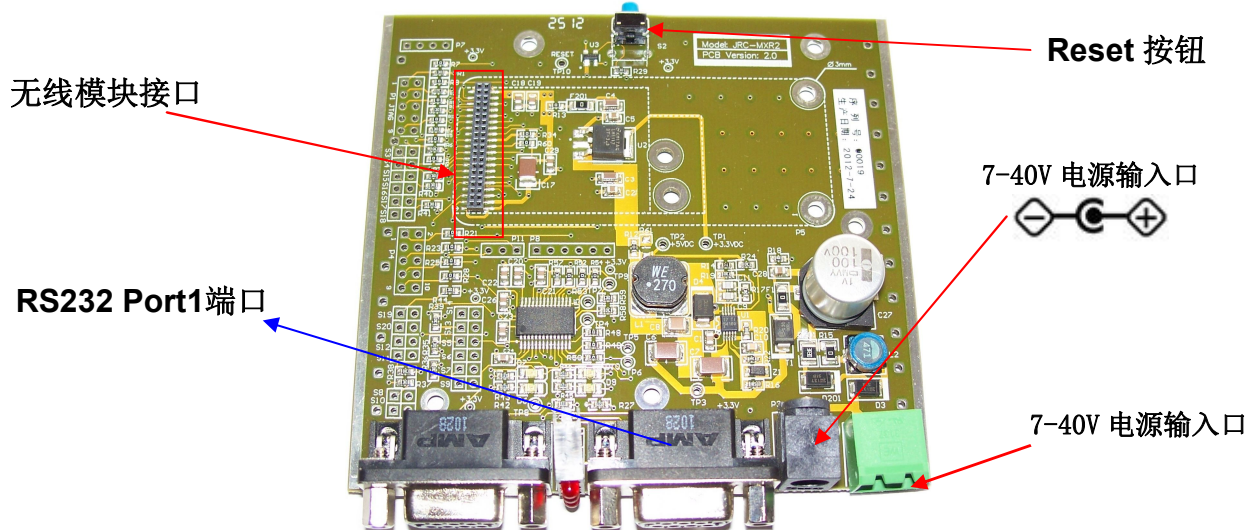

图 6.1 JRC-MX 评估板
**注意：**在使用评估板开发 JRc6 时，必须使用 RS232 Port1 与计算机或设备连接（如图 6.1 所示）。